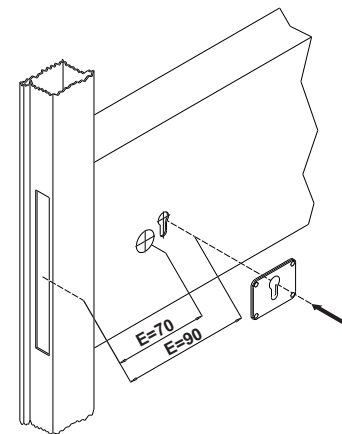
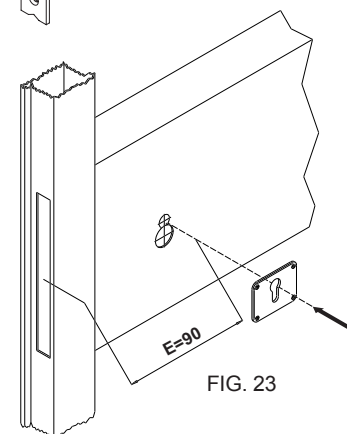

FIG. 22
FIG. 23
- H) Sostituzione delle serrature a doppia mappa con la versione a cilindro utilizzando le borchie in nylon art. 06141-56-0 (Fig. 22, Fig. 23).
- H) Remplacement des serrures double panneton avec la version à cylindre moyennant les rosaces in nylon art. 06141-56-0 (Fig. 22, Fig. 23).
- H) Replacing double bitted locks with cylinder locks by using the nylon roses item 06141-56-0 (Fig. 22, Fig. 23).
- H) Sustitución de las cerraduras de doble paletón en versión de cilindro, utilizando escudos de nylon Art. 06141-56-0 (Fig. 22, Fig. 23).